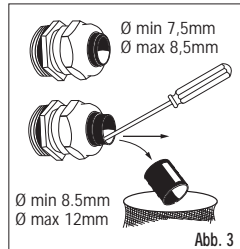

Abb. 3
- Für dem Anschluss ist es Pflicht ein Kabel aus Neoprengummi Typ H07RN8-F, mit Minimal-Durchschnitt 2x1,5mm² zu verwenden., entsprechenden den Anweisungen der Normen (EN 60598-2-18- CENELEC HD 516 S1). Wir liefern auf Anfrage geeignete Kabeln, (2x2,5mm² Bestellungscode CV/1221) in die gewünschte Länge. Es sind keine Kabel mit PVC-Isolierung oder mit externem Hülsen aus PVC, jedenfalls anderen als die hier angeführte Kabeltype zulässig. Bei einem Kabelsdurchmesser von 7,5 ÷ 8,5mm gleich-lautende Verschraubung verwenden. Bei grosserem Durchmesser inneres Gummiteilchen entfernen (Abb.3). Das Kabel muss dann einen Durchmesser von 8,5 et 12mm aufweisen.